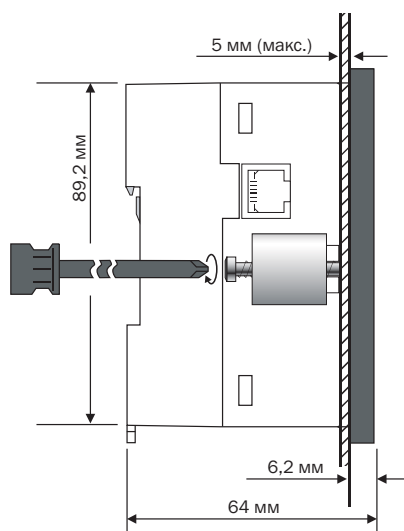

Рисунок 3. Монтаж на панели «M90»
- 5 Затяните винты скоб на панели, как показано на Рис. 3.